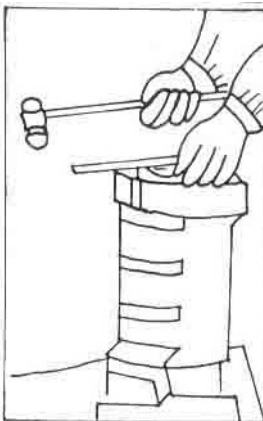

Fig. 3
(1) Montering af firkantstave, maskinkrop og fastkage udtømnings ring:
(2) Demontering:
A) Maskinkroppen og udtømnings ringen: drej justerings bolten med uret og fjern drivakslen. Løsen derefter de bolte som forbinder maskinkrop og bæringer. Stil maskinkrop vertikalt og udtømnings ring opad, drej ringen modsat uret og fjern den (se Fig. 3).